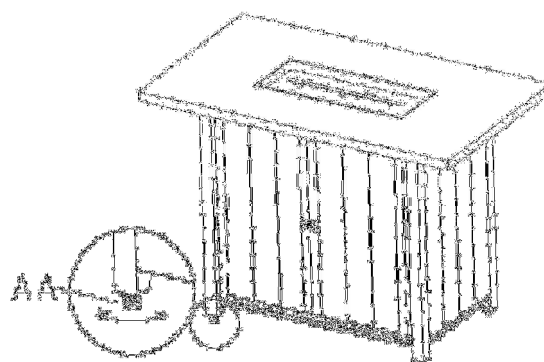

Figure 6
6. Tourner la table, utiliser le levier ajustable (AA) pour assurer que la table soit nivelée, (voir figure 6)